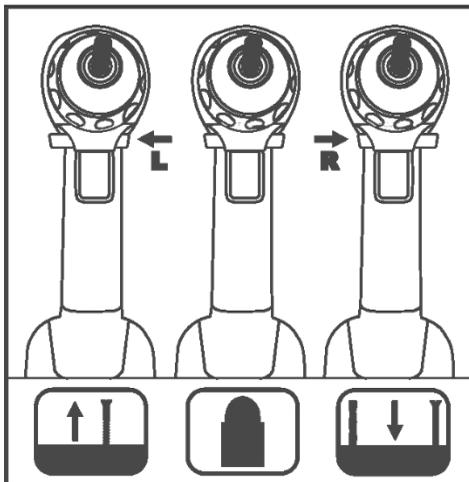

Рисунок 2
2.3.8 Перемикач реверсу (напрямку обертання шпинделя) (4) дозволяє змінювати напрямки обертання патрона при виконанні операцій загвинчування/вигвинчування шурупів і гвинтів (див. рисунок 2).